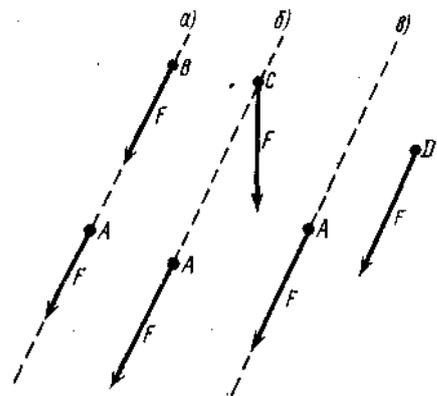

Рисунок 1
1. В каком из случаев, указанных на рис. 1, *а*, *б*, *в*, перенос силы из точки *A* в точки *B*, *C* или *D* не изменит механического состояния твердого тела?
- А. Рис. 1, *а*.
- Б. Рис. 1, *б*.
- В. Рис. 1, *в*.